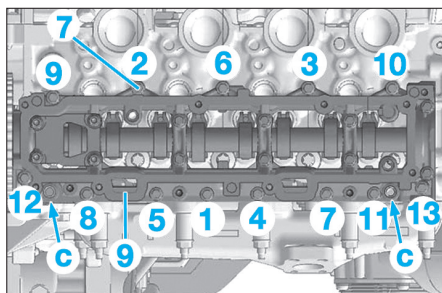

Fig. 49
- Reposer les linguets à rouleaux (8) munis de leurs agrafes en respectant les emplacements d'origine.
- Positionner les outils [1] dans les trous "c" du porte-arbre à cames, et reposer celui-ci (Fig.49).